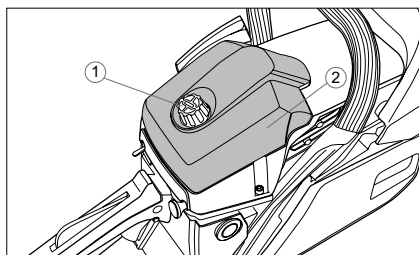

Abb. 24
- 1. Schrauben Sie die Halterung 1 (Abb. 24) ab und entfernen Sie die Luftfilterabdeckung 2.